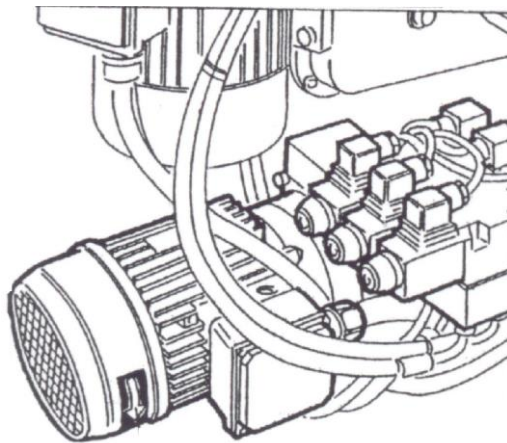

Рисунок 5 Гидростанция
4.2.4 Гидростанция (см. Рисунок 5) является составной частью гидрооборудования станка, куда входят наряду с ней гидроцилиндры зажима, перемещения каретки и рычага, рукава высокого давления и фитинги.